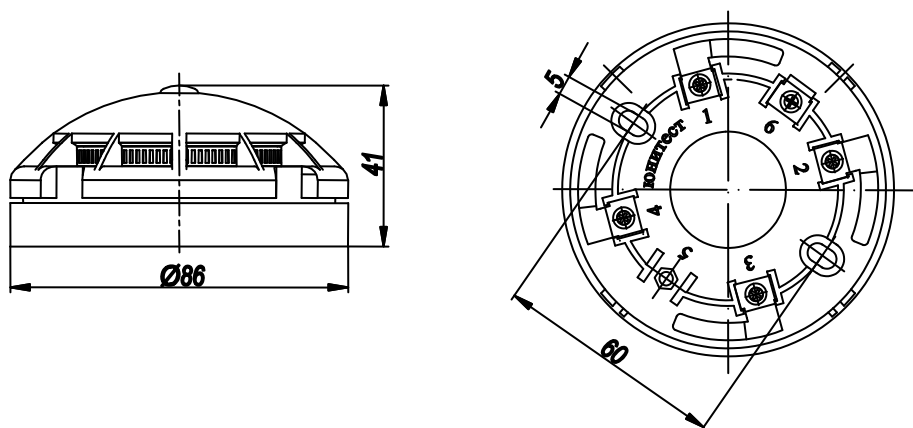
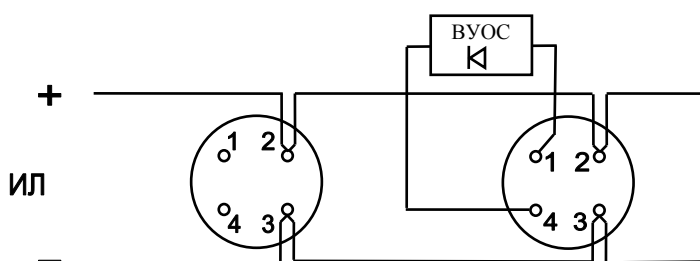

Рис.1. Габаритные и установочные размеры извещателя.
Рис.2. Схемы включения извещателя в информационную линию «Минитроник».
5.3. Установить базы извещателей согласно проекта. Габаритные и установочные размеры извещателя показаны на рис.1, схемы подключения – на рис.2.